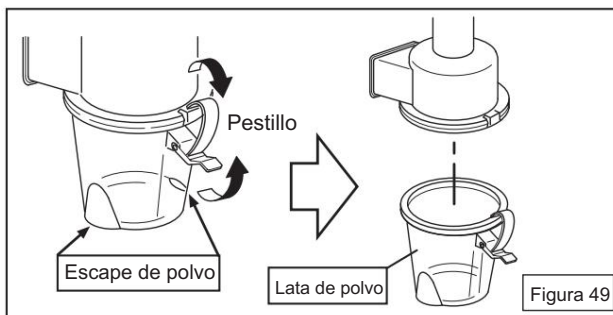

Figura 49
- i) Quite el pestillo del depósito de polvo y retírelo. (Figura 49)